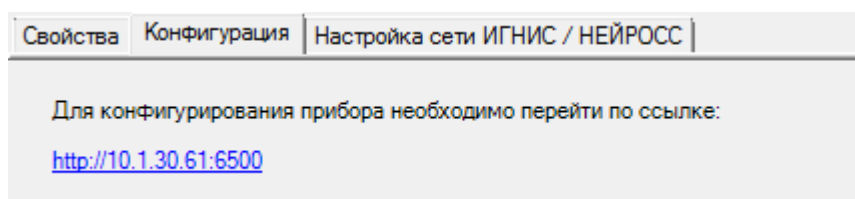

Рисунок 9 — Частные свойства элемента **Контроллер ИГНИС**, вкладка **Конфигурация**
1. Перейдите к вкладке **Конфигурация** окна частных свойств элемента **Контроллер ИГНИС** (рисунок 9).